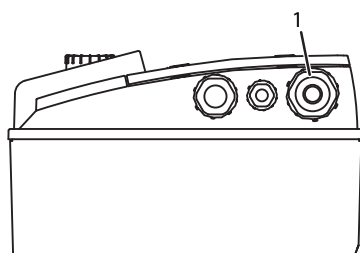

Fig. 18: Pressacavo M25
- Il collegamento elettrico deve avvenire tramite un cavo di collegamento alla rete fisso (sezione da osservare min. $4 \times 1,5 \text{ mm}^2$, max. $4 \times 4 \text{ mm}^2$), dotato di un dispositivo a innesto o di un interruttore onnipolare con almeno 3 mm di ampiezza apertura contatti. Il cavo di collegamento alla rete deve essere posato nel pressacavo M25 (fig. 18, pos. 1).